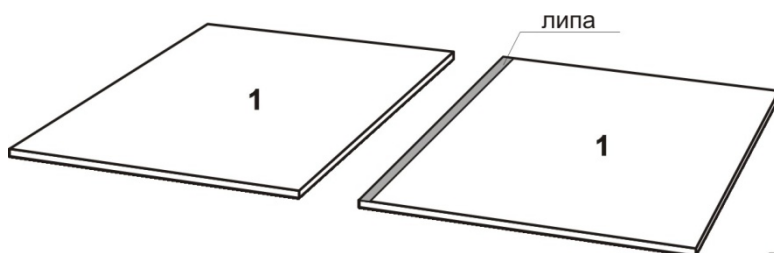

рис. 1
1. Состыковать задние стенки (1) между собой (рис.1).